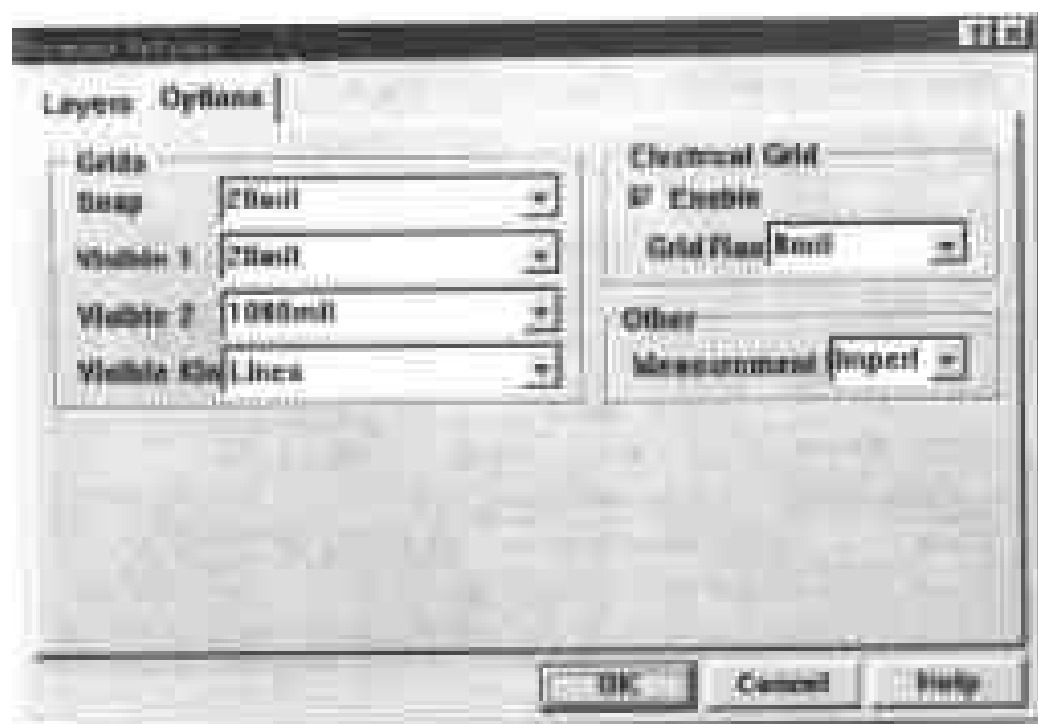

图 6-5 设置栅格等属性的对话框
(4) 在对话框中选择打开所需要的工作层面,然后单击对话框顶部的 Options 标签,在对话框中显示设置栅格属性的选项,如图 6-5 所示。
(5) 在对话框的 Grids 选区中提供了设置栅格属性的各个选项。单击 Snap 选项的下拉列表框,从弹出的下拉列表中选择 20 mil,或者直接在下拉列表框中输入 20 mil,设置锁定栅格的间距。
(6) 分别单击 Visible 1 和 Visible 2 选项的下拉列表框,在弹出的下拉列表中选择适当的选项,或者直接在下拉列表框中输入数值,设置两组可视栅格的数值。
(7) 单击 Visible Kind 选项的下拉列表框,在弹出的下拉列表中提供了 Dots 和 Lines 两个选项,供用户选择可视栅格的形状。本例中选择 Lines,设置可视栅格为线状。